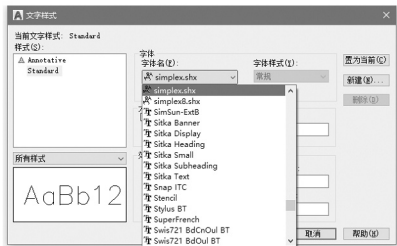

图 3.4 选择“simplex.shx”字体
(2) 将【Standard】文字样式的字体修改为“simplex.shx”。
① 确认中文输入法已经关闭后, 打开【字体名】下拉列表, 输入“S”, 此时字体名自动滚动到“simplex.shx”选项, 如图 3.4 所示, 然后选中该字体。